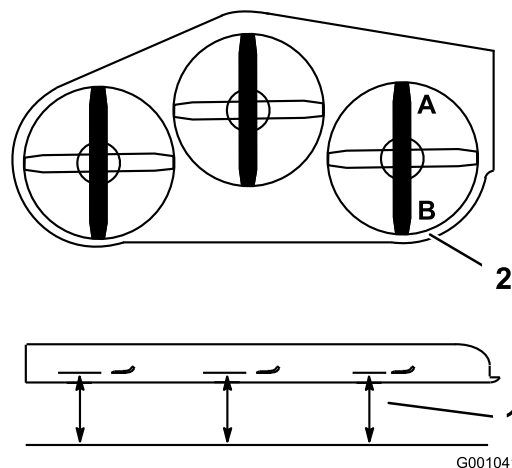

Bild 82
1. Stellen Sie das rechte Schnittmesser in Längsrichtung (Bild 82).
2. Messen Sie das rechte Messer an der Stelle **A** von einer ebenen Oberfläche bis zur Schnittkante der Messer (Bild 82).
4. Messen Sie das rechte Messer an der Stelle **B** von einer ebenen Oberfläche bis zur Schnittkante der Messer (Bild 82).
6. Das Schnittmesser sollte an Stelle **A** 6 mm bis 10 mm niedriger sein als an Stelle **B** (Bild 82). Sollte die Einstellung nicht richtig sein, machen Sie mit den folgenden Schritten weiter.